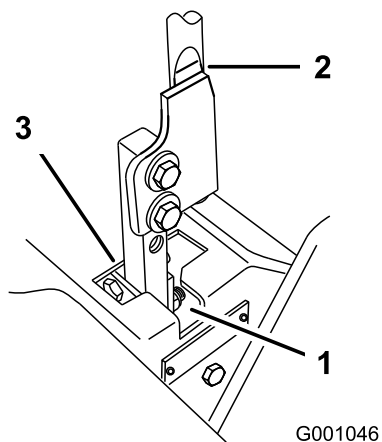

Bild 92
5. Schieben Sie den Hebel in die Neutral-Stellung (nicht arretiert) (Bild 92).
6. Ziehen Sie den Hebel zurück, bis der Lastösenbolzen (am Arm unter der Gelenkwelle) das Schlitzende berührt (und soeben Druck auf die Feder ausübt), wie in Bild 92 abgebildet.
7. Prüfen Sie, an welcher Stelle der Fahr­antriebshebel relativ zur Kerbe im Armaturenbrett ist (Bild 92).